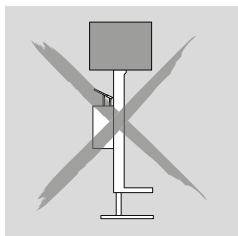

Fig. 4.2
- Laster må kun løftes ensidigt. Lasten må ikke løftes komplet (fig. 4.2).